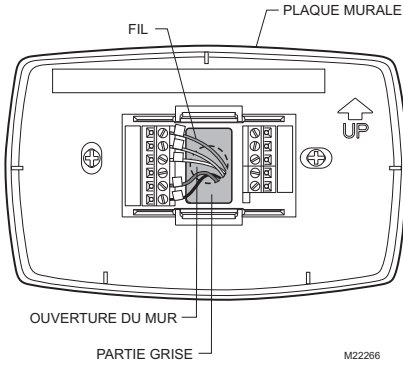

Fig. 5. Restreindre les fils à l'intérieur de la zone grise.
4. Pousser les excès des fils dans l'ouverture du mur et s'assurer que les fils ne dépassent pas la partie grise. Voir Fig. 5.